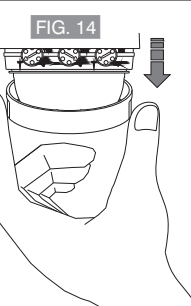
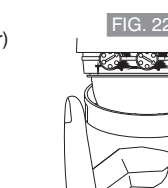

FIG. 14
FIG. 22
- Enlever l'anneau de protection de la partie supérieure de la lentille en pressant les faces concaves de l'anneau (FIG. 14) de façon à avoir accès au réglage de la temporisation, de la luminosité et de la sensibilité. Après avoir effectué le réglage, remettre l'anneau de protection dans son logement (FIG. 22).
- Entfernen Sie den Schutzing von dem oberen Teil des Gehäuses. Drücken Sie gegen die gewölbten Seiten der Linse (ABB. 14), um zu den Reglern für Nachlaufzeit, Helligkeit und Empfindlichkeit zu gelangen. Sobald die Einstellung abgeschlossen ist, setzen Sie den Schutzing wieder auf (ABB. 22).